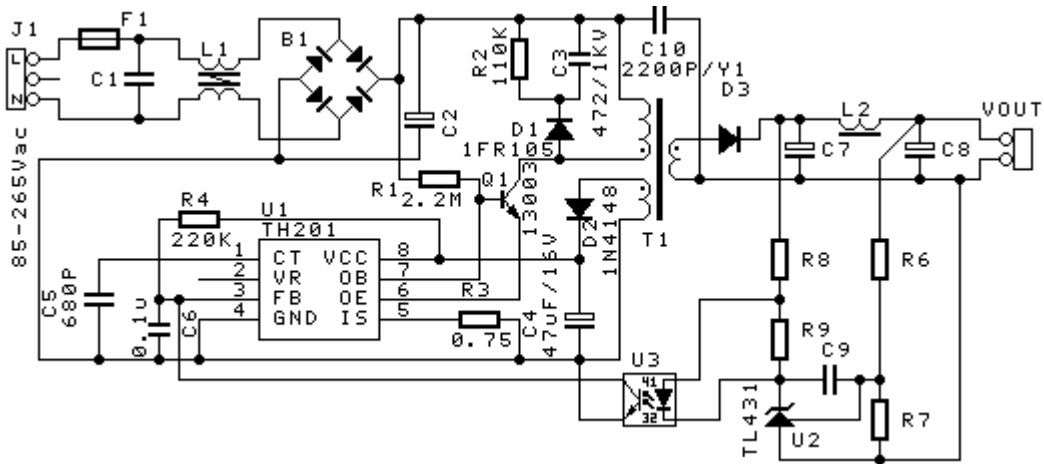

图 3、18W 开关电源
- 电源启动电流选择 0.5-3mA，功率管的放大倍数可按 10 计算，则启动电阻（如图 3、图 4 的 R1）选择应保证电源启动时功率管基极电流为 0.05-0.3mA，因此，可 10 倍减少启动电阻的功耗，降低了待机功耗；
- 图 3、图 4 中 C5=680pF，最高工作频率约 64KHz；R4 在以后的版本中将省去；
- 开关变压器(图 3、图 4 的 T1)，参考绕组整流输出 4.8-8.5V(推荐 6V)为 TH201 提供工作电源；
- 电源功率管选择：如最大峰值电流 0.8A，考虑 OB 开电流则功率管 值应达 10@5V_{ce}@0.8A，对应检测电阻（图 3、图 4 的 R3）为 0.75 欧姆；任意电流情况下，功率管应工作在饱和区，检测电阻为 0.6V/最大峰值电流；
- 例一（图 3），18W 开关电源，输出电压由 R6、R7 分压比决定，但需考虑开关变压器 T1 变比。